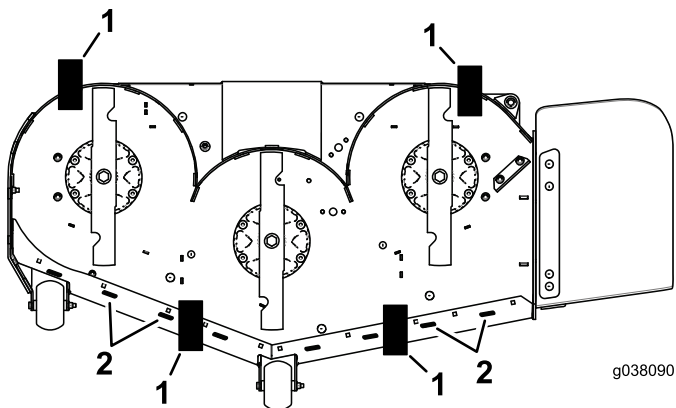

Рисунок 82
11. Установите 2 подставки (см. таблицу высоты подставок и угла наклона ножей) под заднюю кромку фартука режущей деки, по одной на каждой стороне режущей деки (Рисунок 82).